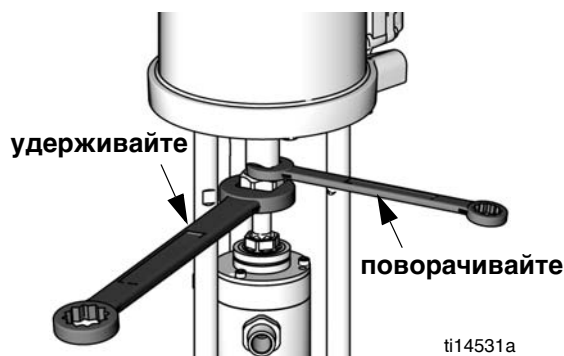

Рис. 7. Ослабление стяжной гайки.
3. Удерживайте стяжную гайку (7) с помощью гаечного ключа. Воспользуйтесь другим гаечным ключом, чтобы повернуть вал двигателя. Чтобы избежать повреждения верхней крышки сильфона и D-образного уплотнения, **не поворачивайте стяжную гайку**. См. Рис. 7.